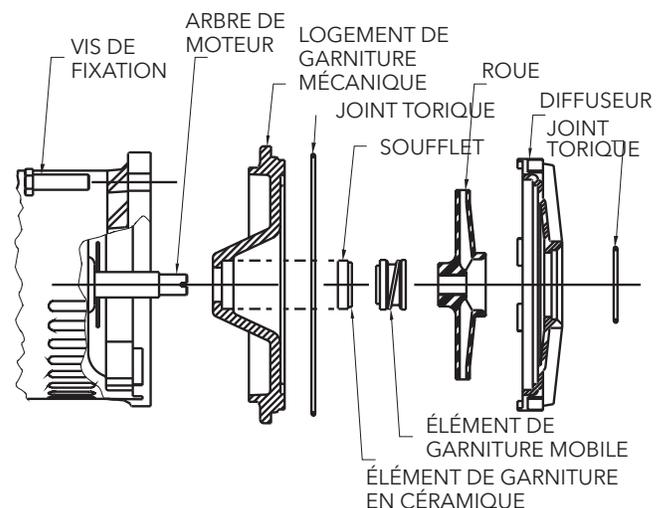

Figure 3 – Organe de pompage et garniture mécanique
4. Déposer les quatre vis de fixation de l'organe de pompage (moteur, logement de garniture mécanique, roue et diffuseur) au corps de pompe (fig. 3). On n'a pas à détacher la tuyauterie.